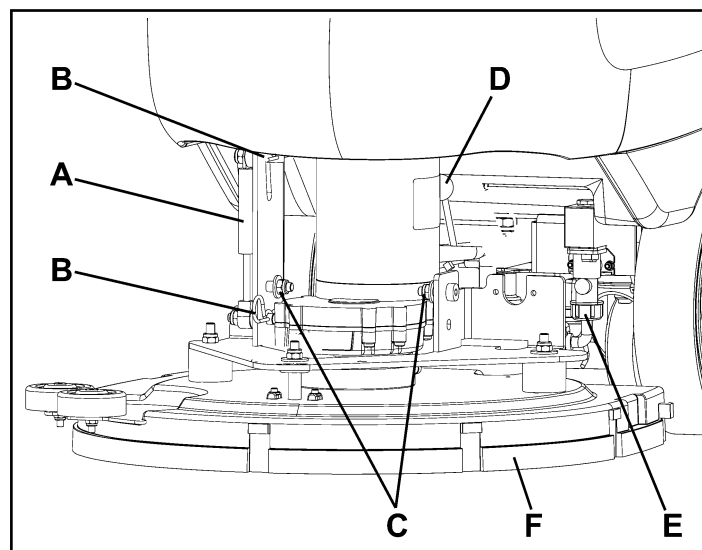

Figure 36
4. Si présents, déposer les goupilles (B, Fig. 36) et le ressort à gaz (A).
5. Débrancher le branchement électrique (D) des moteurs des brosses / plateaux support disque.
6. Déconnecter le raccord (E) du tuyau de la solution.
7. Déposer les vis (C), puis déposer la tête porte-brosses / plateaux support disque (F).